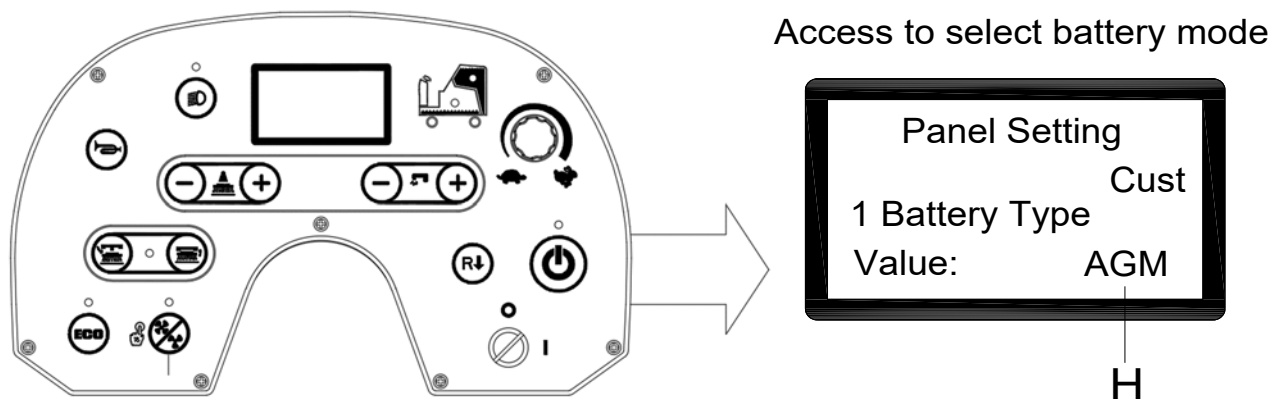

Рис. 6
1. Одновременно нажмите кнопку расхода воды «->» (А, рис. 6) и «+» (В, рис. 6).
2. Вставьте ключ зажигания (С, рис. 6) и поверните его в положение «I».
3. Через несколько секунд экран перейдет в режим выбора батареи (рис. 6).
4. Нажмите кнопку расхода воды «->» (А, рис. 6) и «+» (В, рис. 6), чтобы выбрать режим работы от батареи (Н, рис. 6).
5. Через 3 секунды отобразится сообщение «Update OK» (Обновление выполнено) — оно означает, что настройка установлена успешно. Включите машину для повторного запуска. (С, рис. 6).